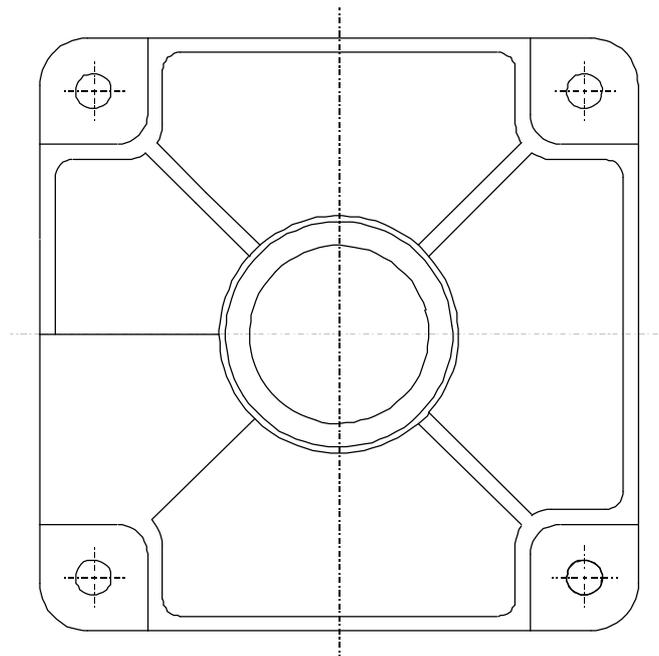

Abbildung 4.7: Seitenansicht von rechts
10. Das Entfernen von überflüssigen Linienteilen erfolgt über: **[ZEIGEN]? Scheitelp? EIN**. Man kann Linien zwischen zwei Scheitelpunkten über den Befehl **[LÖSCHEN]** entfernen. Wiederum zeigt sich hier die Befehlskombination von **[FENSTER]? Neu** und **Zuletzt** als vorteilhaft, um wirklich nur die entscheidenden Linien zu entfernen. Um Linien nach einer beliebigen Länge zu löschen, muß man die Trennfunktion **TRENNEN? Elem/R-eck** unter **[ERSTELL]** aufrufen und das Element und den Trennpunkt anklicken. Der Befehl **VERSCHMELZ** bewirkt das Gegenteil. Die **TRENNFKT** kann **Ein-** oder **Aus-**geschaltet werden. Sie bewirkt, daß beim Erstellen eines neuen Elementes das bereits vorhandene von dem neuen automatisch getrennt wird. Das Ergebnis ist Abbildung 4.7.